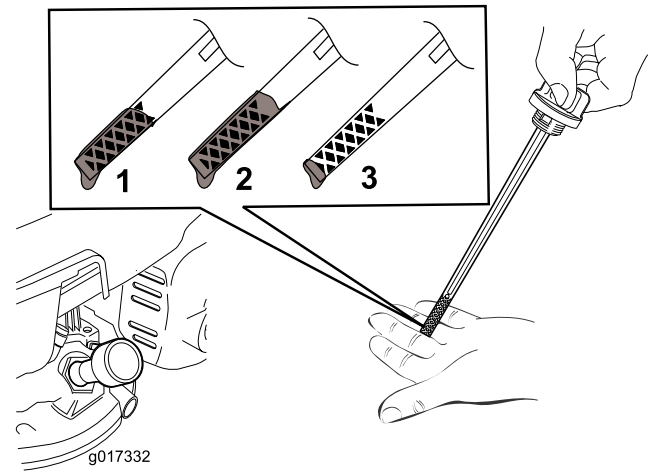

Figure 6
2. Retirez la jauge (Figure 6).
**Remarque:** Versez de l'huile dans le carter moteur jusqu'à ce que la jauge indique le niveau correct, comme montré à la Figure 6. Si vous remplissez excessivement le carter moteur, vidangez l'excédent d'huile comme expliqué à la section Vidange de l'huile moteur.